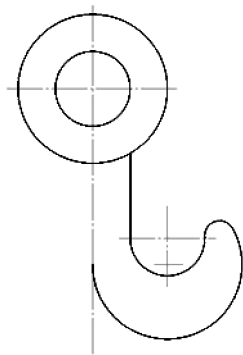

图 6-8 裁剪多余曲线
4) 完成以上步骤后,可以使用【裁剪】命令对已经绘制好的图形进行编辑,裁减掉多余的线段,使图形界面变得简单,如图 6-8 所示。